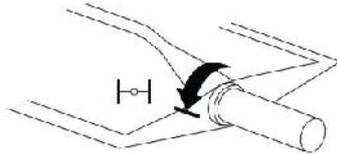

Abbildung 354:
1. Positionieren Sie die Achskupplung wie in Bild A gezeigt. Falls notwendig müssen Sie den Taster vorne auf dem Stellmotor lösen, um die Kupplung drehen zu können (s. Abbildung 354).